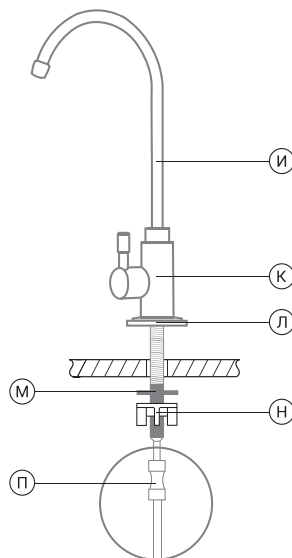

Рис. 15
2. Произведите монтаж крана (рис. 15) в следующей последовательности:
4. Фитинг 1/4" вместе с установленной в него трубкой подключите к штоку крана чистой воды (См. раздел присоединение гибких трубок и (рис.15)).